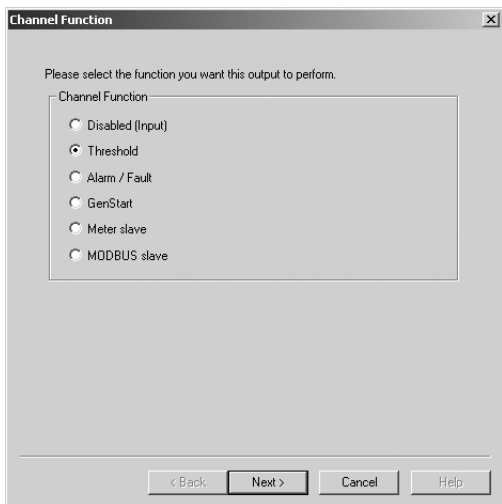

Figure 3. Sélection de la fonction de seuil
L'écran de configuration de l'excitateur de relais, présenté à la figure 3 correspond au point de démarrage à partir duquel chaque canal est configuré. La zone supérieure gauche de la fenêtre affiche les quatre canaux et les configurations correspondantes.
2. La fenêtre de fonction d'un canal apparaît (figure 3). Une liste de fonctions parmi lesquelles choisir s'affiche. Par défaut, la fonction *Désactivée* est sélectionnée.